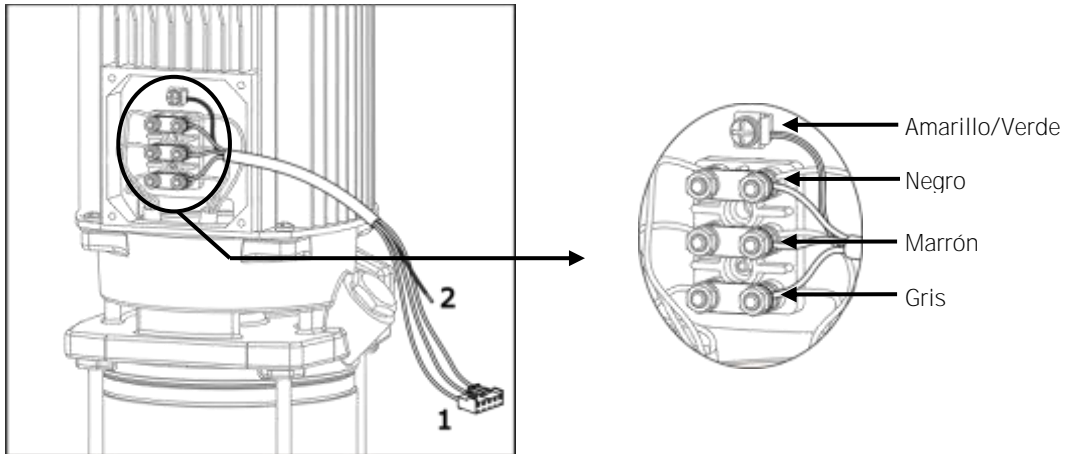

Figura 1
3.2.1) Speedrive con entrada monofásica (figura 1):